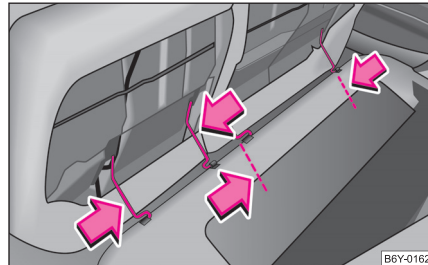

Abb. 56 Rücksitzflächen herausnehmen
- Drücken Sie die Drahtbügel in Pfeilrichtung ⇒ Seite 62, Abb. 56 und nehmen Sie die Rücksitzfläche aus der Halterung.